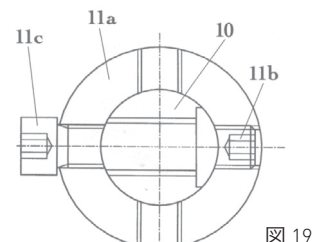

図 19
- 2.4 位置決めねじ[11c]を、タイロッドの穴(図19参照)の皿頭ではない側のばね支えの穴に配置します。